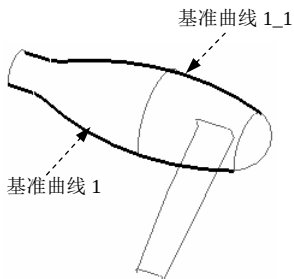

图 6.7.55 选择第一方向曲线
(2) 定义边界曲线。
① 选择第一方向曲线。按住 **Ctrl** 键，依次选择基准曲线 1、基准曲线 1_1（图 6.7.55）为第一方向边界曲线。